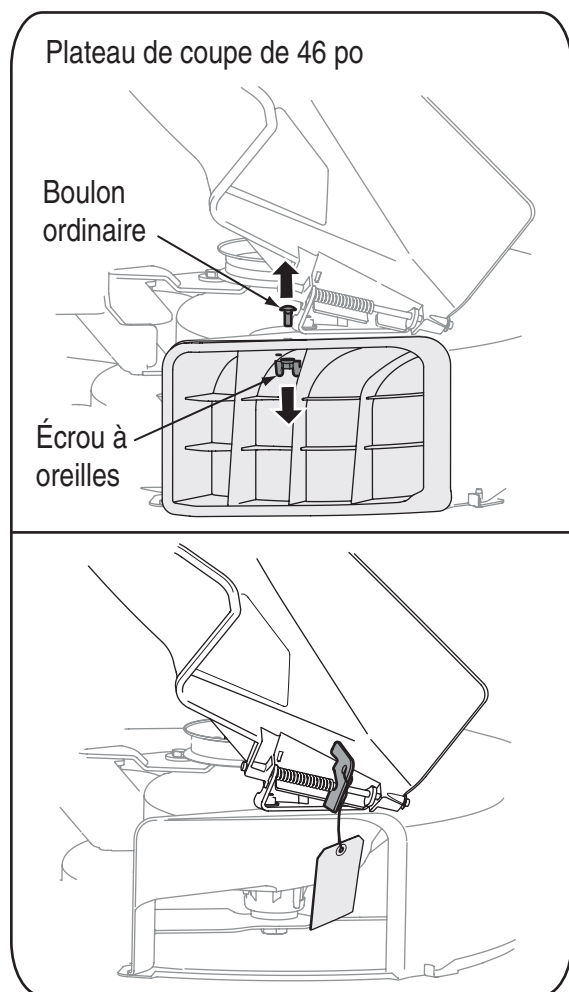

Figure 2
- Enlevez l'écrou à oreilles et le boulon ordinaire qui retiennent le bouchon de déchetage dans l'ouverture d'éjection du plateau de coupe. Enlevez le bouchon de déchetage. Voir la Figure 2.
- Localisez le support d'expédition et l'étiquette (le cas échéant) qui se trouvent entre le déflecteur de la goulotte et le plateau de coupe. Redressez le déflecteur de la goulotte et retirez le support en le tournant vers la droite. Abaissez le déflecteur de la goulotte. Voir la Figure 2.